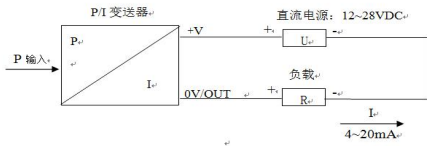

图 3
a) 两线制 4mA~20mA DC 输出的电气连接方法见图 3。